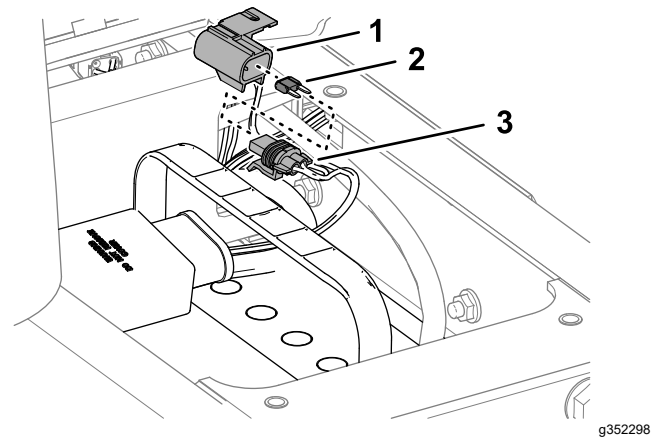

Figura 71
2. Rimuovete il tappo dal portafusibili in linea (Figura 71).